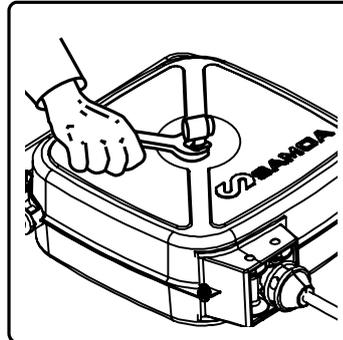
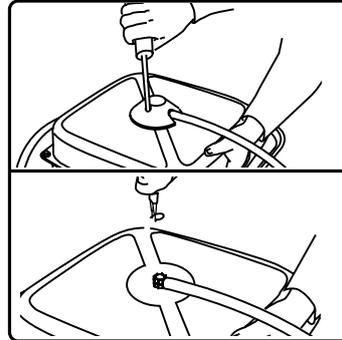

fig. 4a
fig. 5a
1. Unscrew and remove the swivel as shown in figure 4a and 5a (see drawing related to the corresponding part nr).
1. Dévisser et retirer la rotule comme il est indiqué sur la figure 4a et figure 5a (selon du modèle choisi).
1. Mit einem Schraubenschlüssel -wie in Bild 4a und 5a- das Gelenk abschrauben und abnehmen (Bild beziehend auf der entsprechenden Art. nr. sehen).